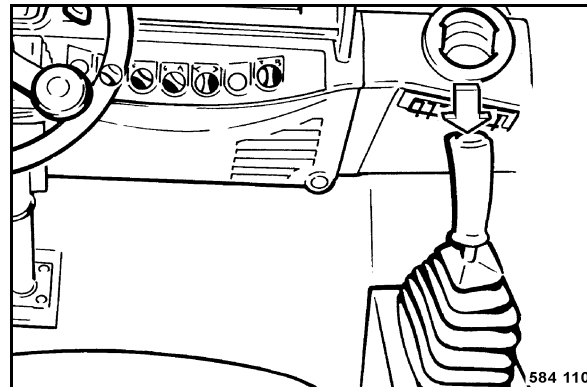

Fig. 67
- Appuyer sur la touche vibration (Fig. 67), dans le levier de commande de marche, pendant le déplacement.
- Appuyer une nouvelle fois sur le bouton-poussoir (Fig. 67) de la vibration.